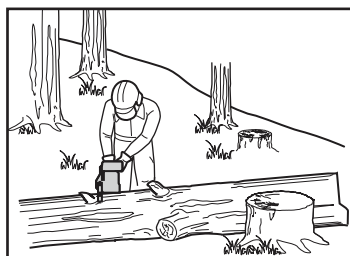

Fig. 35
4. Când faci scurtările pe un teren în pantă, stai întotdeauna în partea mai înaltă față de buștean (Fig. 35). Când faci tăietura finală, pentru a păstra pe deplin controlul, redu presiunea de tăiere când te apropii de final, dar fără să relaxezi prinderea pe mânerul produsului. Nu lăsa lanțul să intre în contact cu solul. După ce termini de tăiat, așteaptă ca lanțul fierăstrăului să se oprească înainte de a îndepărta produsul. Oprește întotdeauna motorul înainte de a trece de la un arbore la altul.